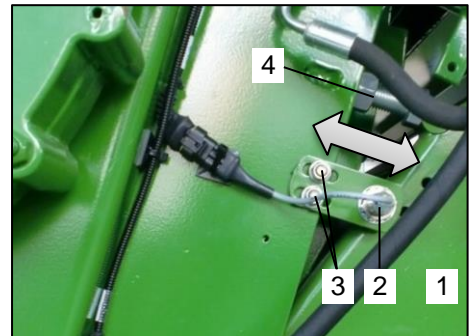

Bild 95: Sensor Einstellung
Beim Senken des Schneidwerks (Bild 95 / Pos.1) schwenkt dieses soweit aus, sodass die Messer noch minimal im Schneidkanal verbleiben und durch die Schneidwanne geführt werden. Die Ausschwenkweite lässt sich durch Verstellen des unteren Sensors (Bild 95 / Pos.2) am Schneidwerk (Bild 95 / Pos.1) einstellen.
Zur Einstellung des Sensors (Bild 95 / Pos.2) muss wie folgt vorgegangen werden:
- Schwenken Sie das Schneidwerk (Bild 95 / Pos.1) soweit aus, bis die Messer noch ca. 10 mm im Förderkanal stehen.
- Lösen Sie am Sensor- Halter die Muttern (Bild 95 / Pos.3).
- Verschieben Sie den Sensor (Bild 95 / Pos.2), bis die Leuchtdiode am Sensor (Bild 95 / Pos.2) erlischt.
- Halten Sie den Sensor (Bild 95 / Pos.2) in dieser Position und ziehen Sie die Muttern (Bild 95 / Pos.3) wieder an.